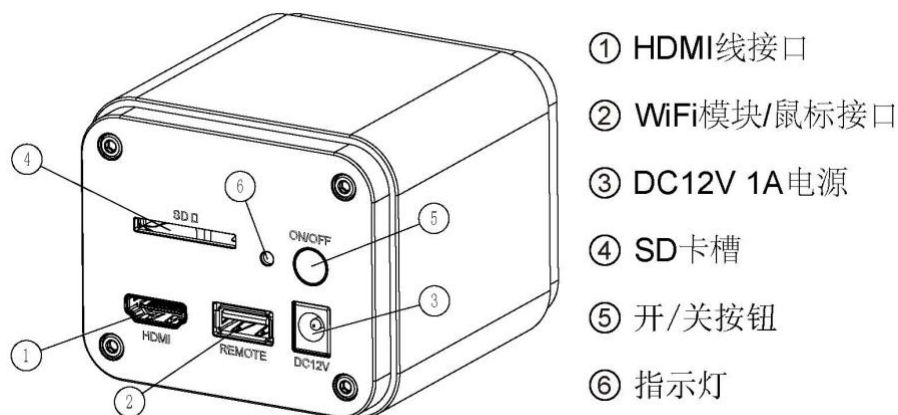

图 5 XFCAM1080PHD 相机后面板接口示意图
- 1) 将随相机提供的 **DC 12V 1A 电源** 插入到图 5 中**电源接口**③中，对相机进行供电，此时**指示灯**⑥为亮红色；
- 2) 按下电源**开/关按钮**⑤，打开相机，此时图 5 **指示灯**⑥呈亮蓝色。
- 3) 将随相机提供的 **WiFi 模块** 插入到图 5 中的 **WiFi 模块/USB 接口**②中,用于提供 **WiFi** 信号。
- 1) 将 HDMI 线插入到图 5 的 **HDMI 线接口**①接口，将相机和 HDMI 屏连接起来。
- 2) 将 USB 鼠标插入到图 5 的 **WiFi 模块/USB 接口**②接口，用于相机内嵌软件的控制操作。
- 3) 将 12V 1A 的电源接入 **12V 1A 电源**③中，对相机进行供电，此时**指示灯**⑥为红色。
- 4) 将 SD 卡插入到图 5**Error! Reference source not found.**的 **SD 卡槽**④接口，用于储存照片、录像等文件。
- 5) 按下电源**开/关按钮**⑤，打开相机，此时图 5 **指示灯**⑥亮蓝色。